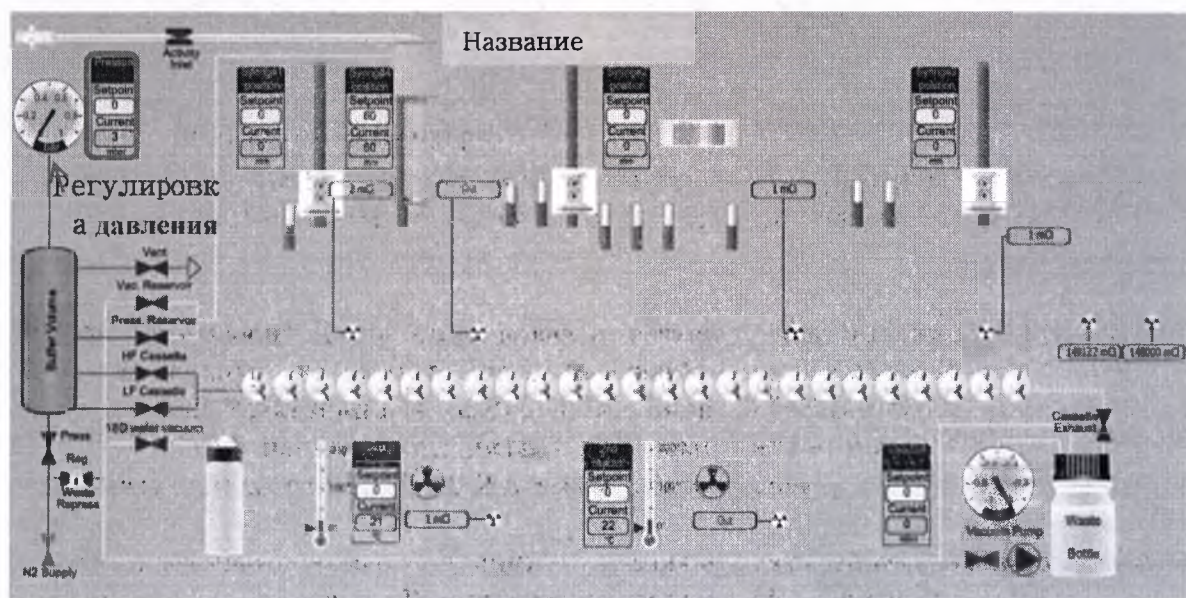

РИСУНОК 0-13: Регулирование давления в окне режима обслуживания
2. Ввести желаемое значение давления в соответствующее поле установки значения (см. *РИСУНОК 0-13*).